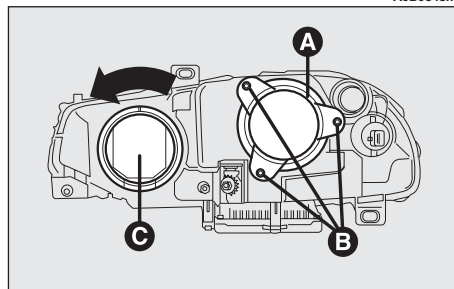
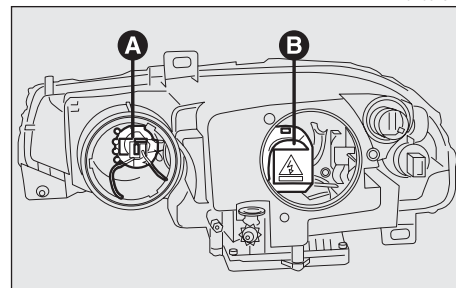

fig. 23
fig. 24
— Dévisser les trois vis de fixation (B-fig. 23) et enlever le couvercle (A) de protection.
– Remonter correctement le couvercle de protection (**A-fig. 23**).
– Tourner le couvercle de protection (**C-fig. 23**) de protection dans le sens inverse des aiguilles, il est ainsi possible d'accéder à l'ampoule des feux de route (**A-fig. 24**).
– Remonter correctement le couvercle de protection (**C-fig. 23**).
- Tourner dans le sens inverse des aiguilles, le couvercle (**C-fig. 23**) de protection, il est ainsi possible d'accéder à l'ampoule des feux de position.
- Remonter correctement le couvercle de protection (**C-fig. 23**).